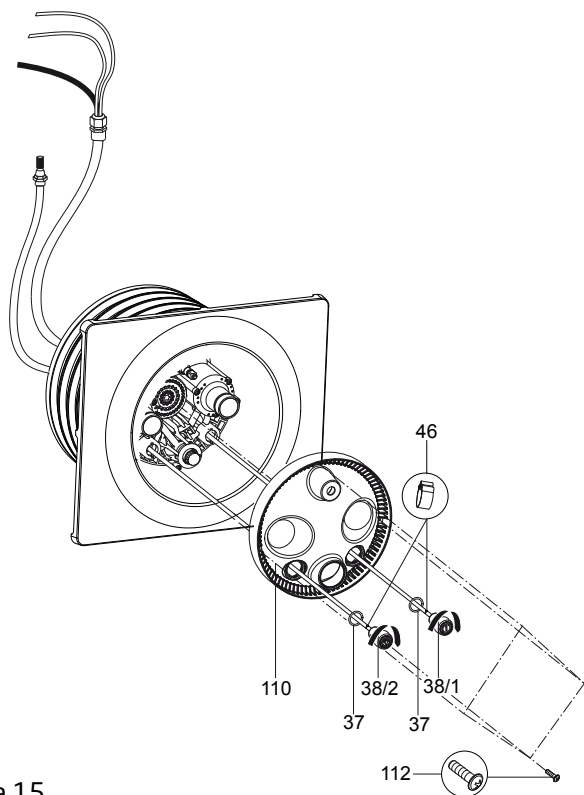
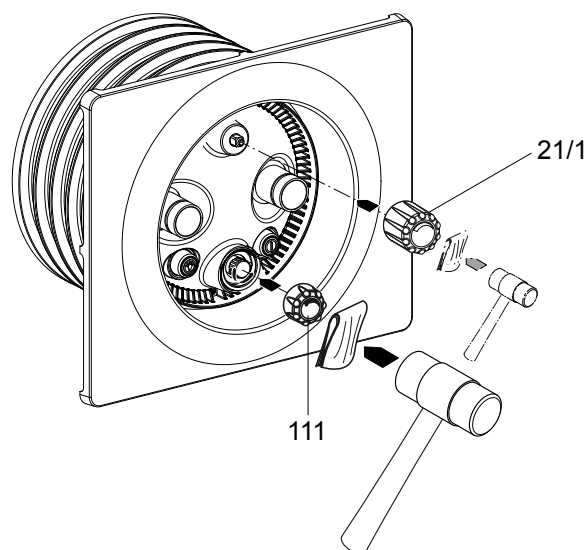

Figura 15
Figura 16
8. Guíe el tubo de aire a través de los dos (2) orificios interiores de la cubierta de la luz (parte #110). **NOTA:** El botón ON/OFF de la luz está sobre la izquierda y el botón ON/OFF de la bomba está sobre la derecha. Proceda a alinear la cubierta de la luz con la carcasa de la boquilla y fíjela con cuatro (4) tornillos autorroscables (parte #112) (Ver Figura 15).
9. Deslice una (1) junta tórica (parte #37) sobre cada botón de aire. Fije cada lengüeta del tubo de aire a los botones correspondientes usando las abrazaderas de la manguera (parte #48). Inserte los dos (2) botones de aire mediante la cubierta de luz y en la carcasa de la boquilla. Luego ciérrelas al girarlas en sentido horario hasta que se coloquen en su lugar.
10. Monte la perilla del control de volumen (parte #21.1) y la perilla del regulador de aire (parte #111) mediante un mazo de goma y un paño de protección (Ver Figura 16).